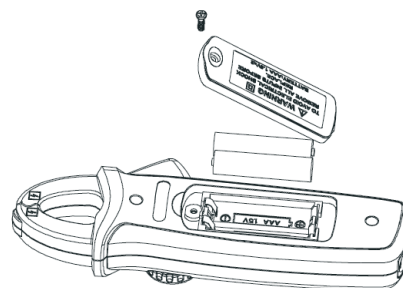

Рис.8
8.2.2. Отверните отверткой винт крепления задней крышки, откройте крышку батарейного отсека и выньте разряженные элементы питания как показано на рис.8.